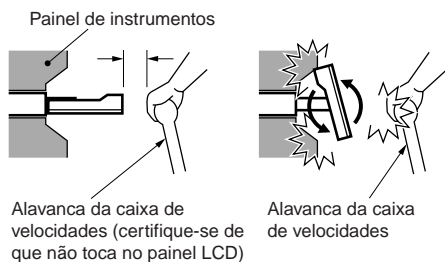

Figura 2
2. Este modelo é utilizado com o painel LCD deslocado para a frente (sistema de disposição retráctil). Em alguns tipos de veículos, o painel LCD pode tocar no painel de instrumentos ou na alavanca da caixa de velocidades, impossibilitando a instalação. Antes de escolher o local de instalação, certifique-se de que o aparelho não impedirá a utilização normal da alavanca da caixa de velocidades. (Figura 2)